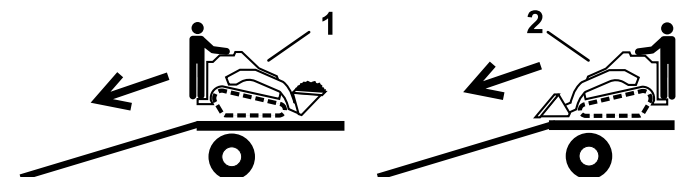

Figure 28
2. Placez toujours l'extrémité la plus lourde de la machine en haut de la rampe, la charge en bas, pour la descendre de la remorque (Figure 28).